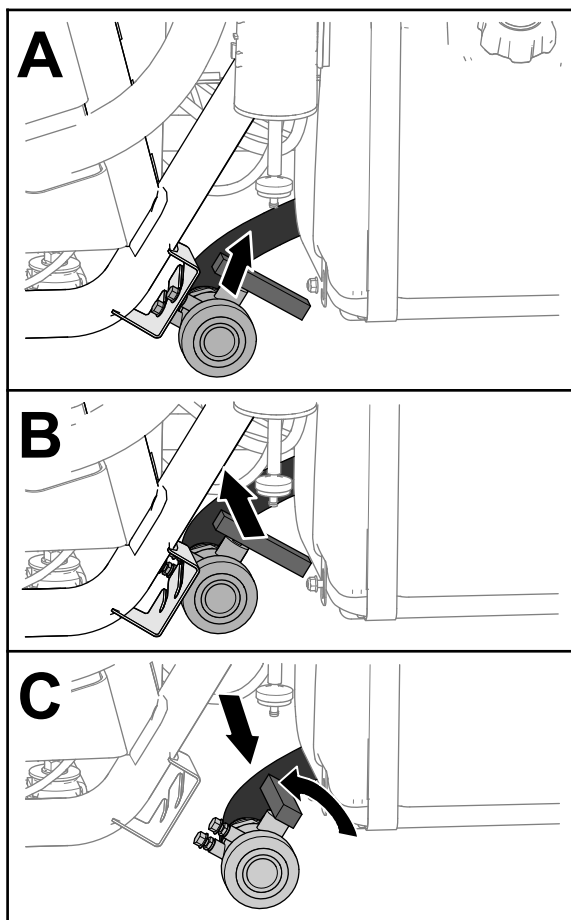

Figura 28
2. Localize a válvula de drenagem do tanque no lado esquerdo da máquina, à frente do tanque de combustível (Figura 28).
3. Levante a válvula e mova-a para dentro até que os pregos do suporte da válvula liberem as fendas no suporte da válvula de drenagem e mova a válvula para trás (Figura 28).
4. Alinhe a extremidade posterior da válvula com o recipiente de drenagem e gire a alavanca da válvula no sentido anti-horário para a posição aberta (Figura 28).
5. Quando o tanque estiver completamente drenado, gire a alavanca da válvula de drenagem para a posição fechada e monte a válvula no suporte da válvula de drenagem (Figura 28).